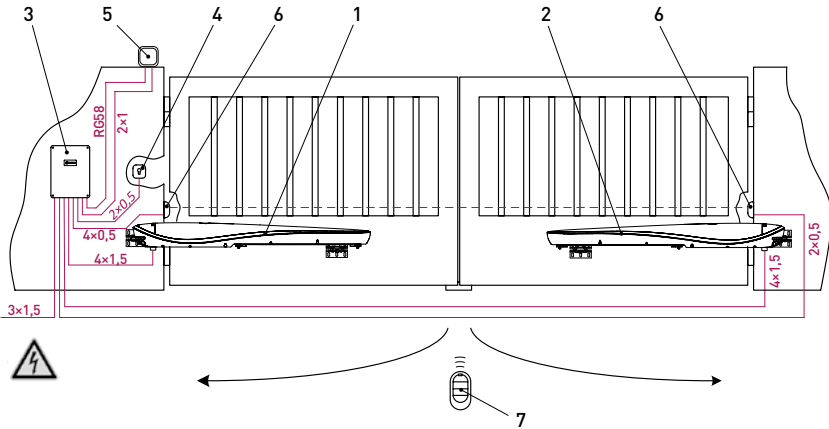

Рисунок 3. Типовая схема автоматизации двухстворчатых распашных ворот (открытие ворот внутрь)
- определите место, в котором будет установлен каждый компонент приводной системы (рис. 3). Привода и блок управления должны быть смонтированы на внутренней стороне ворот. Места установки устройств управления определите вместе с пользователем;
- проложите в соответствии с действующими нормами кабели до мест, где предусмотрена установка различных компонентов. На примере типовой схемы (рис. 3) рекомендуется использовать кабели длиной не более 20 метров;